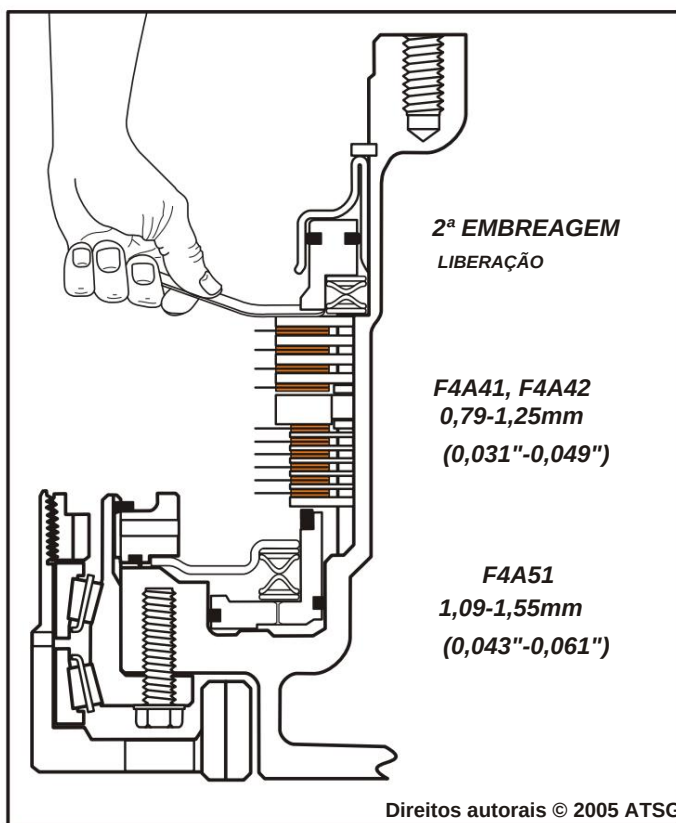

Figura 177
51. Verifique a folga da 2ª embreagem com um apalpador medidor, entre a placa de aplicação seletiva e o pistão da 2ª embreagem, conforme mostrado na Figura 177.
F4A51 = 1,09-1,55 mm (0,043"-0,061") e também é mostrado na Figura 177.